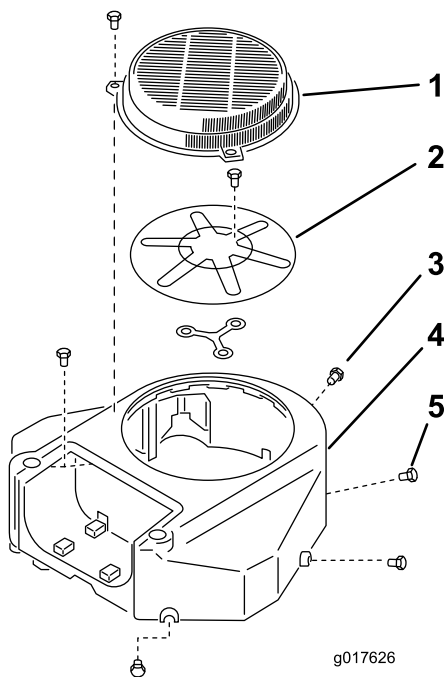

Figura 59
3. Retire la rejilla de entrada de aire y la carcasa del ventilador (Figura 59).
5. Instale la rejilla de entrada de aire y la carcasa del ventilador (Figura 59).